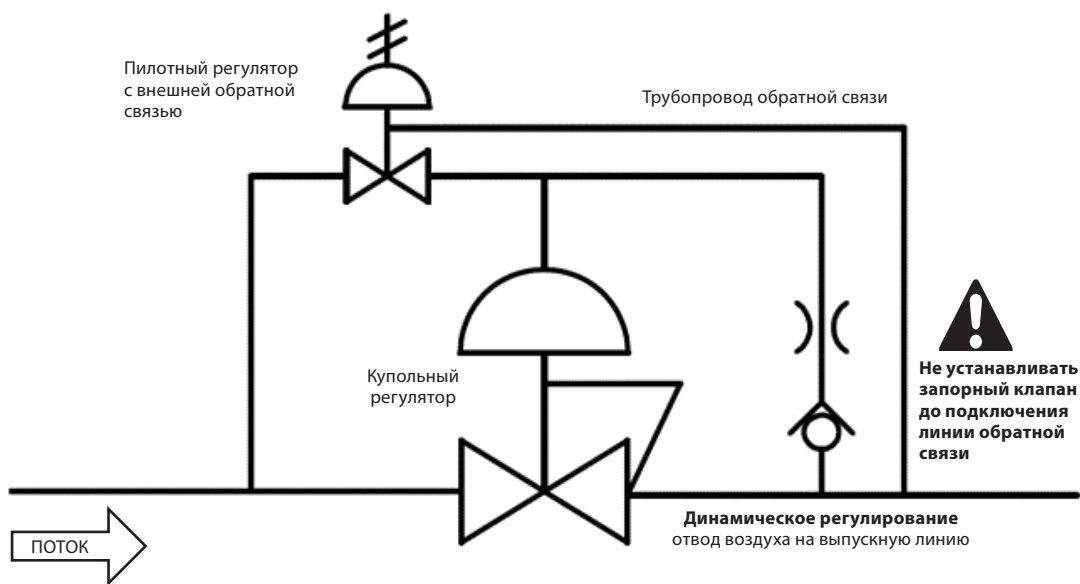

Рис. 3
- **Внешняя обратная связь для управления пилотного регулятора.** При таком варианте можно подключить внешнюю линию обратной связи от выходной линии регулятора к встроенному пилотному регулятору (Рис. 3). Это обеспечит более точное и стабильное регулирование давления, а также улучшит характеристики падения давления (droop). В идеале внешнюю линию обратной связи необходимо подключить к участку трубопровода без завихрений ниже по потоку, и с минимально возможной длиной. Расстояние между выходом регулятора и подключением внешней линии обратной связи может влиять на время отклика регулятора. Расстояние необходимо свести к минимуму.